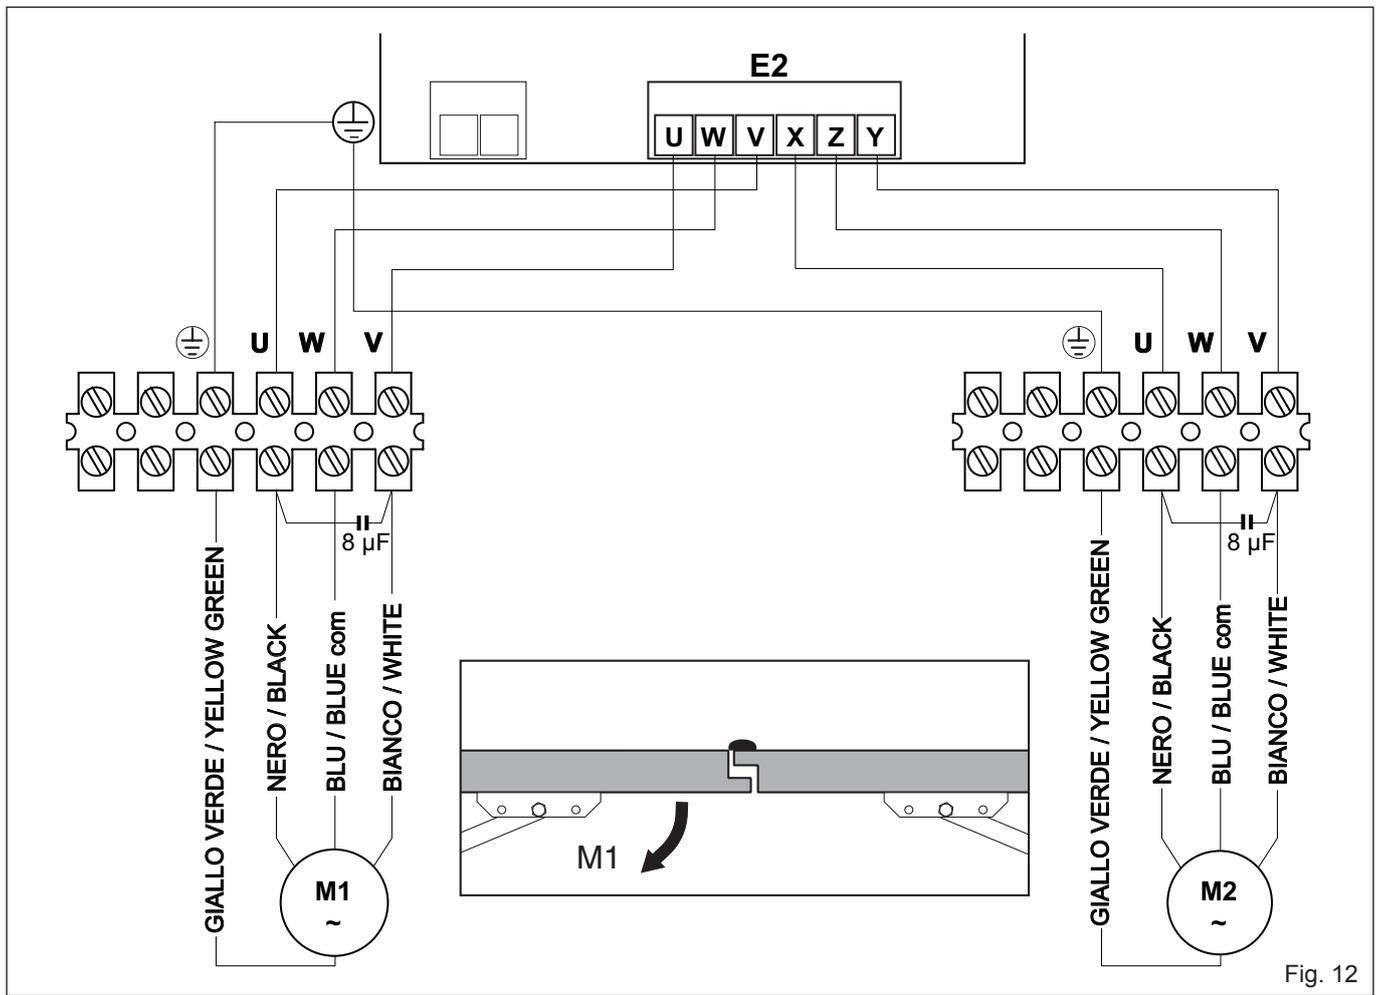

Fig. 12
- I collegamenti elettrici e l'avviamento del motoriduttore Arc B sono indicati in fig. 12 e nei manuali di installazione del quadro elettronico E2. Per invertire il senso di rotazione scambiare le fasi dei motori (U con V e/o X con Y).